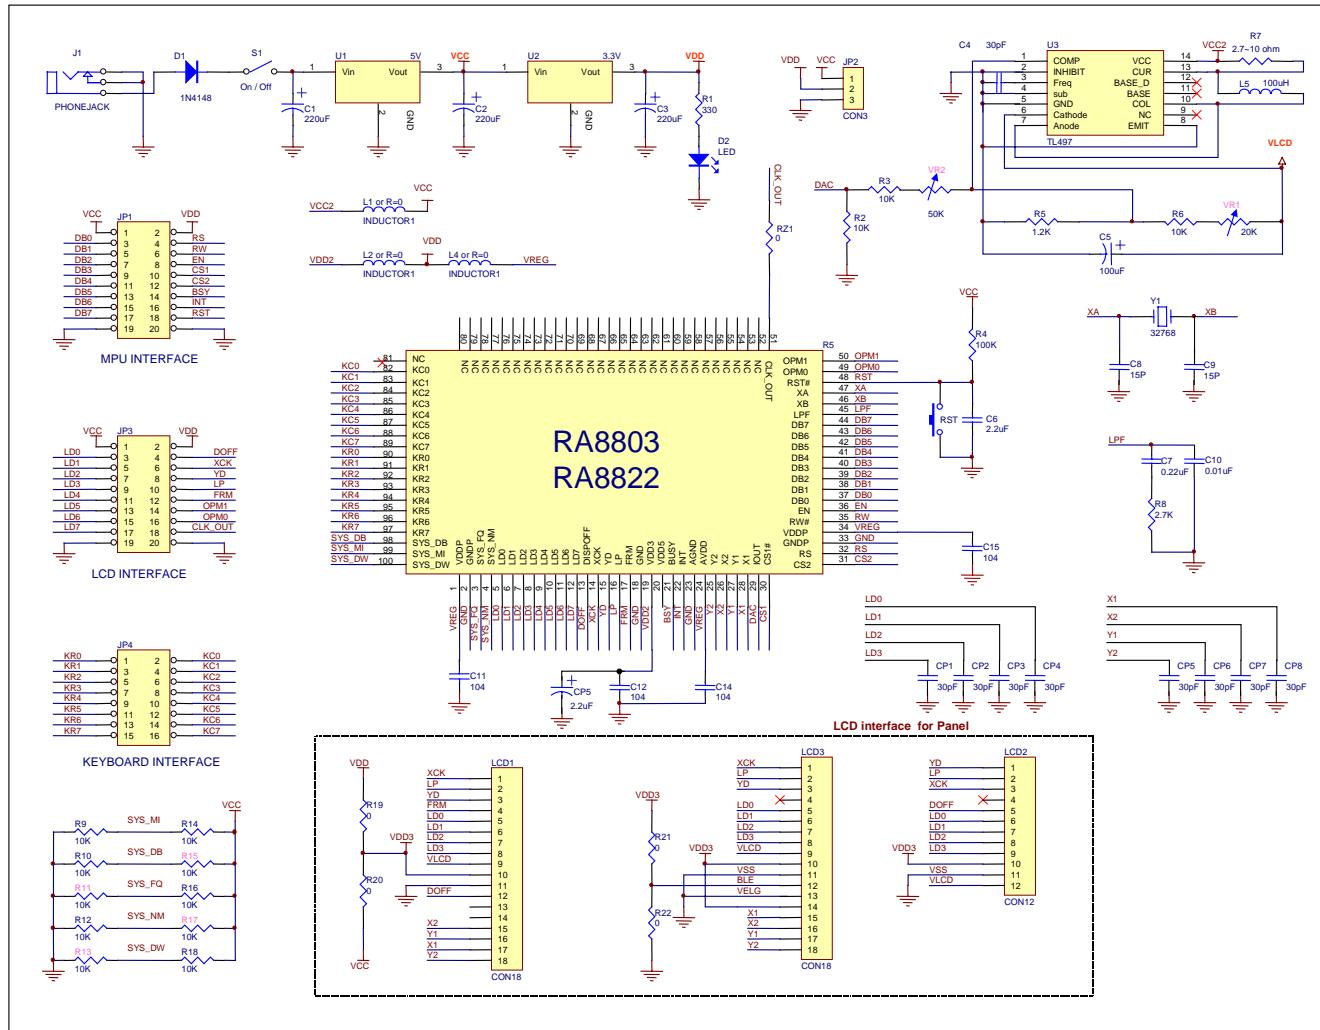
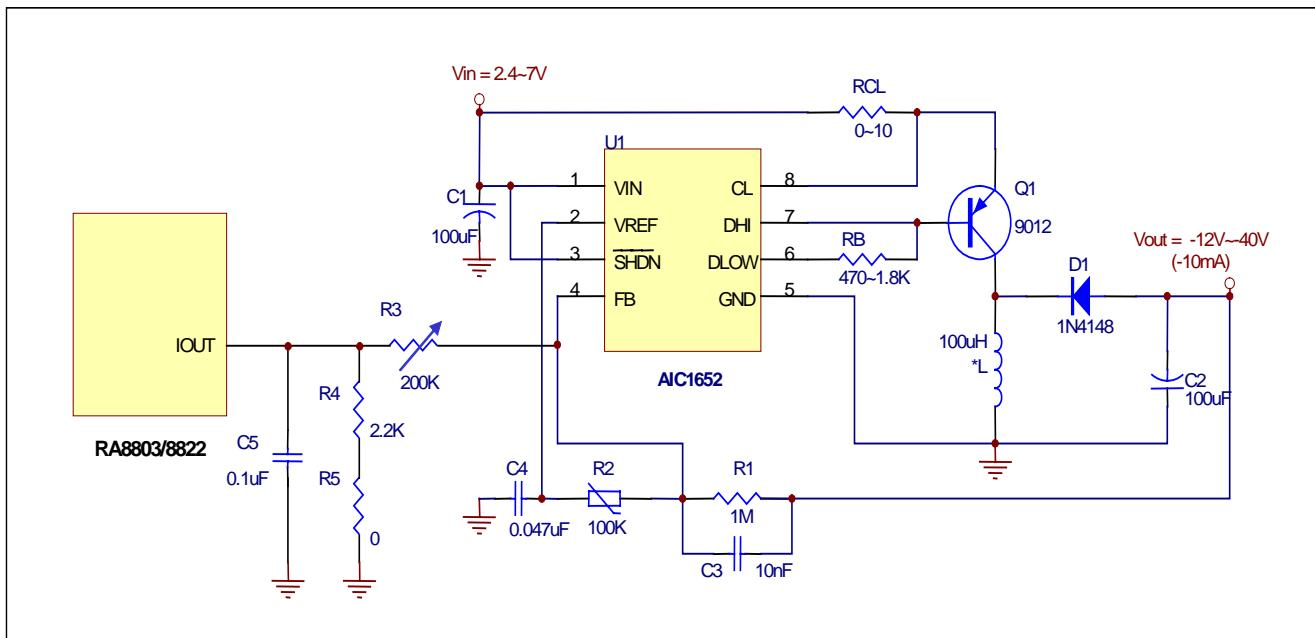
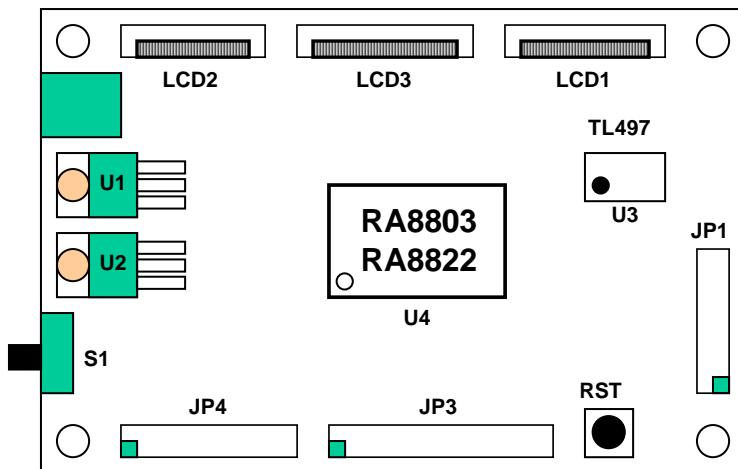
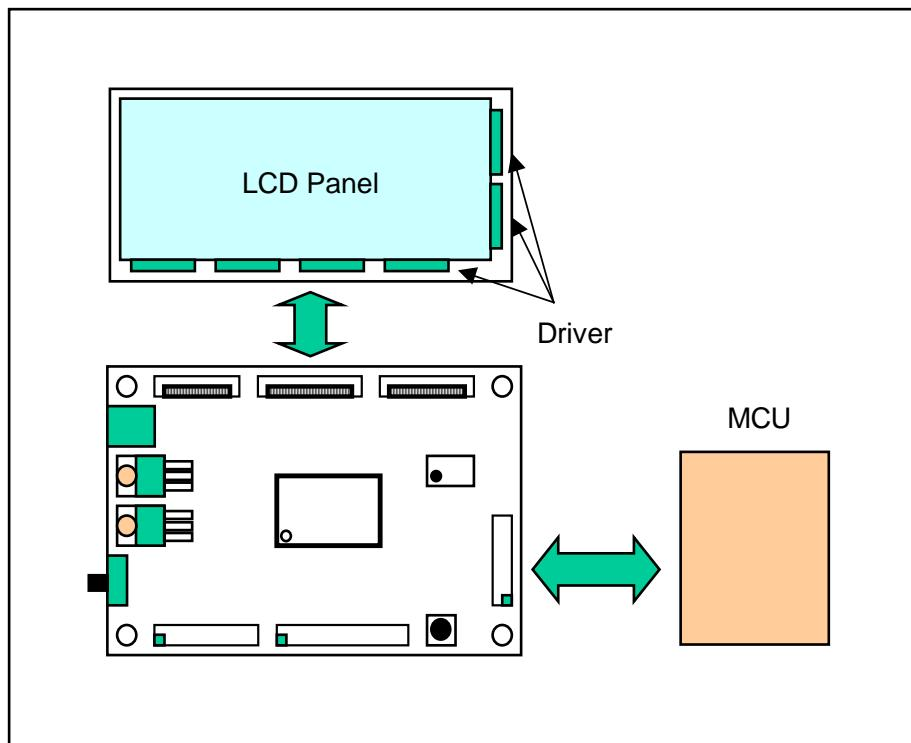

图 B-1: 应用电路图
图 B-2：应用电路图-负压的升压电路
图 C-1: RA8803/8822 的控制板
图 C-2: 控制板应用图
3. 图 B-1 的 VLCD 电压是正的，如果须要的 VLCD 电压是负的，则必须使用别的升压电路。如图 B-2 就是一负压的升压电路。
7. 图 B-1 RA8803/8822 的电源使用的是 3.3V(VREG 与 VDD2 经 L2 与 L4 到 VDD)，而 VDD 是 3.3V。
RAiO 提供 RA8803/8822 的控制板、Gerber File 与电路图，供客户以现有 Panel 或模块进行验证，图 C-1 为 RA8803/8822 的控制板，其电路图请参考图 B-1，客户可以利用 JP1 与使用的 MPU 相连接，现有 Panel 可以接到 JP3、LCD1、LCD2 或 LCD3 的 Driver 界面，Key-Scan 可以用 JP4 来实验，如图 C-2。